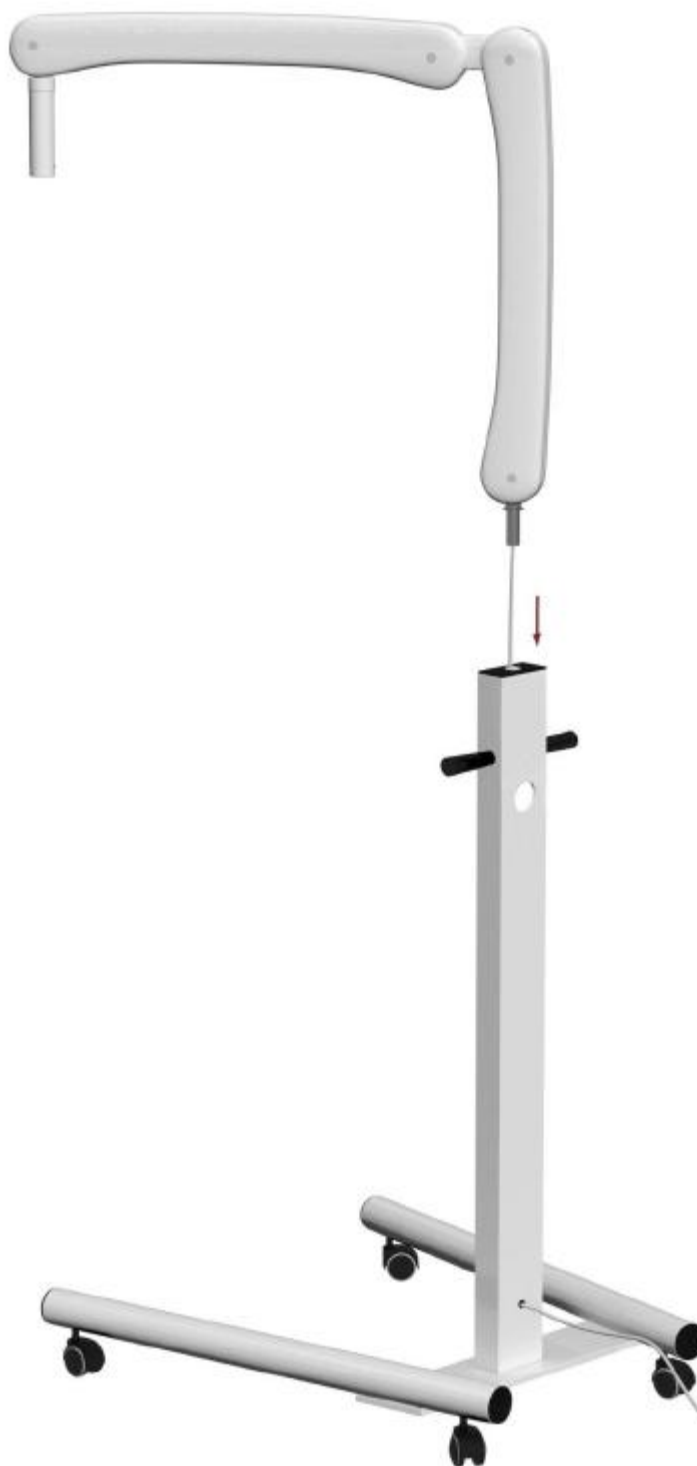

Рис. 17
✓ Вставьте двойной рычаг пантографа (D) в вертикальную поддержку (B), как показано нарис. 17